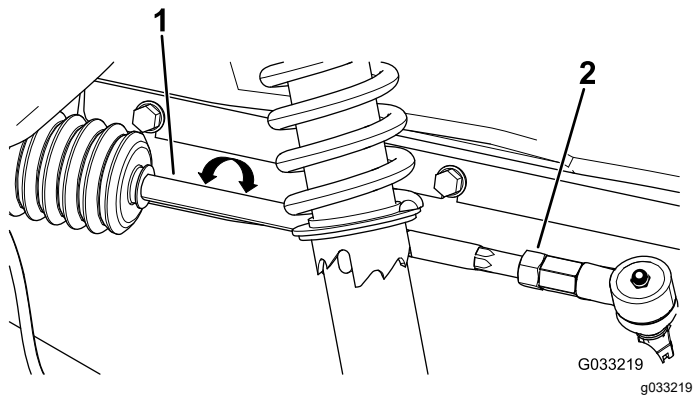

Bild 48
4. Wenn der Wert nicht zwischen 0-6 mm liegt, lösen Sie die Klemmmutter am äußeren Ende der Spurstangen (Bild 48).